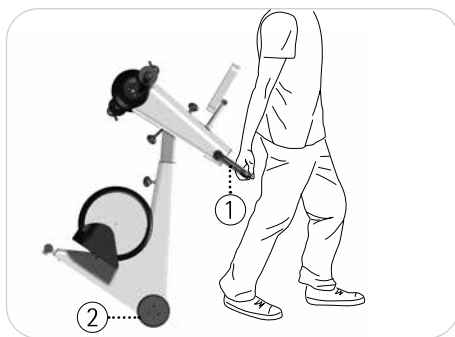

Fig. 4.9
vedere Fig. 4.9 Per superare i gradini di una soglia (non spingere), accertatevi di appoggiare al gradino entrambe le ruote ② contemporaneamente e cioè in posizione parallela l'una all'altra.